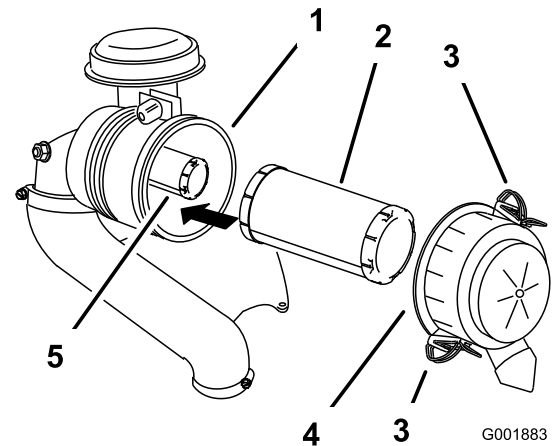

Figura 56
3. Rilasciate i dispositivi di fermo del filtro dell'aria e togliete il coperchio dal corpo del filtro (Figura 56).
5. Estraete con cautela il filtro primario dal corpo del filtro dell'aria (Figura 56).
- Se sostituite il filtro interno, inseritelo con cautela nel corpo del filtro (Figura 56).
- Montate con cautela il filtro primario sul filtro di sicurezza (Figura 56).
- Montate il coperchio del filtro dell'aria e chiudete i fermi (Figura 56).